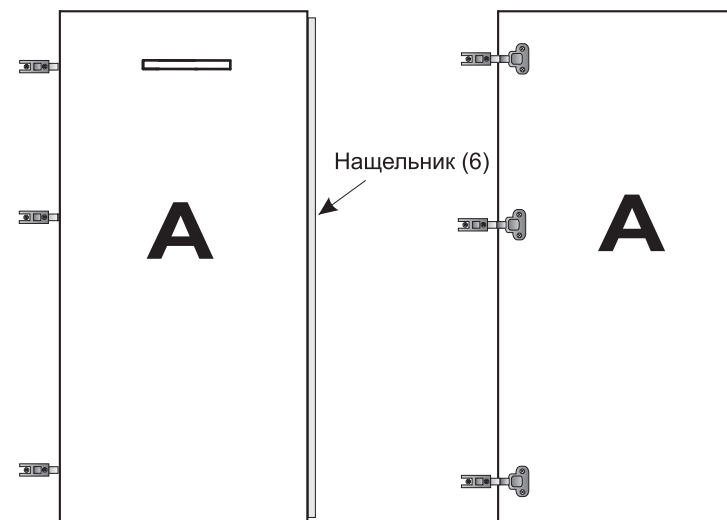
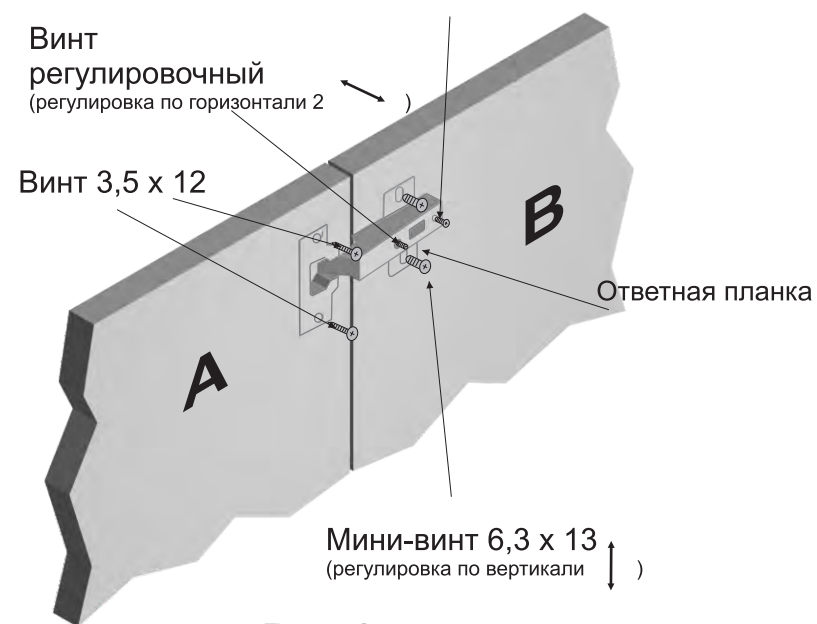

Рис.1
Рис.2
Сборка производится согласно Рис. 1
Прикрутите ответные планки к боковинам В, используя мини винты (6). Прикрепите шарниры к дверям А винтами (4) (См. Рис. 1 - 2). Прикрепите нащельник (8) с обратной стороны двери винтами (4). Прикрепите двери с шарнирами к ответным планкам, используя фиксирующие и регулировочные винты (См Рис. 2). Отрегулируйте положение дверей по горизонтали и вертикали, с помощью регулировочных и фиксирующих винтов (См. Рис. 2). Используя подкладки для ручек (3) прикрепите ручки (1) к дверям А винтами (2).